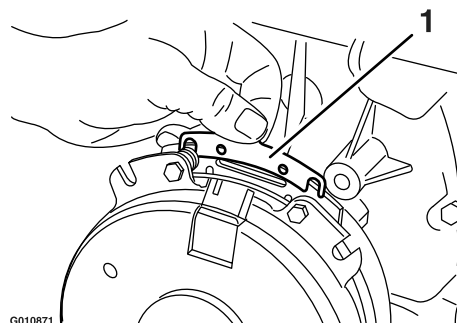

Figure 67
- B. A l'aide d'une pince à becs longs ou avec les doigts, saisissez la languette et déposez la cale (Figure 67).
moteur corrects, et réduit les risques de surchauffe et de dommages mécaniques du moteur (Figure 67).